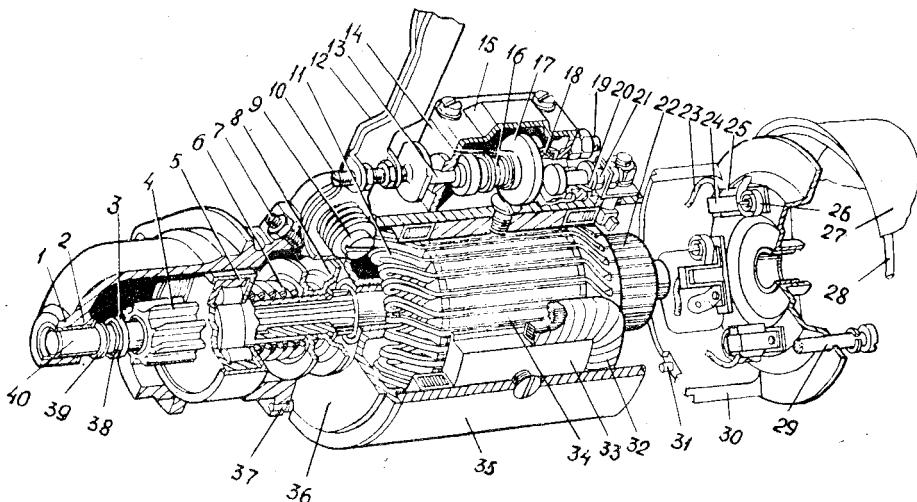

Рис. 40. Стартер СТ-230Е:
**Стarter.** Для пуска пускового двигателя применяется стартер СТ230-Е (см. рис. 40), представляющий собой электродвигатель постоянного тока с принудительным вводом шестерни привода в зацепление с маховиком пускового двигателя при помощи рычажного устройства из кабины трактора.